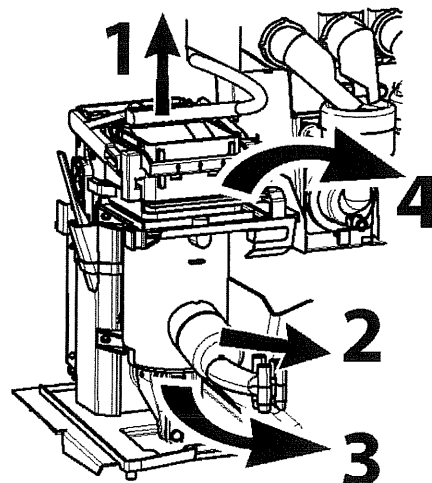

Bild 6-8
- Demontera vattenutloppet från bryggaren (se bild 6-8 Steg 1)
- Dra utloppet från bryggaren (2).
- Luta bryggarens undersida framåt (3).
- Lyft bryggaren något och dra den framåt ut ur maskinen (4).